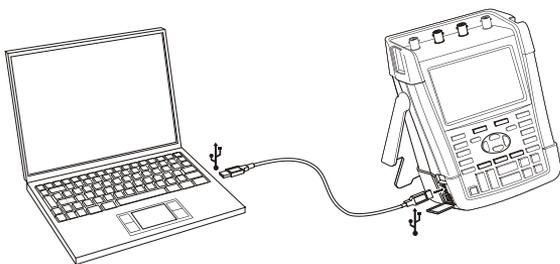

Рис. 36. Подключение компьютера
- Используйте кабель с разъемами USB типа А и мини-USB типа В для соединения компьютера с мини-USB-PORTM измерительного прибора (см. Рис. 36).